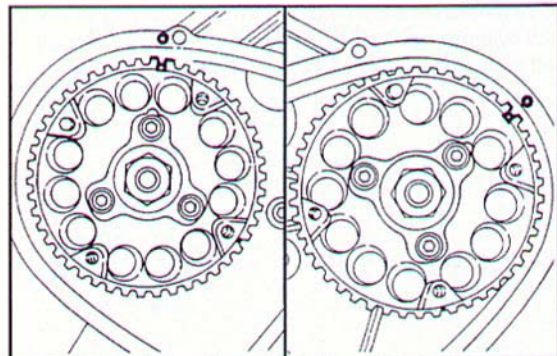

Fig. 289 ▼
- con cilindro n° 1 al PMS, far ruotare gli alberi di distribuzione di scarico per portare i riferimenti sulle pulegge il più vicino possibile ai riferimenti sui coperchi anteriori delle teste cilindri (Fig. 289).
- with cylinder no. 1 at TDC, rotate the exhaust camshafts to bring the references on the pulleys as close as possible to the references on the cylinder head front covers (Fig. 289).